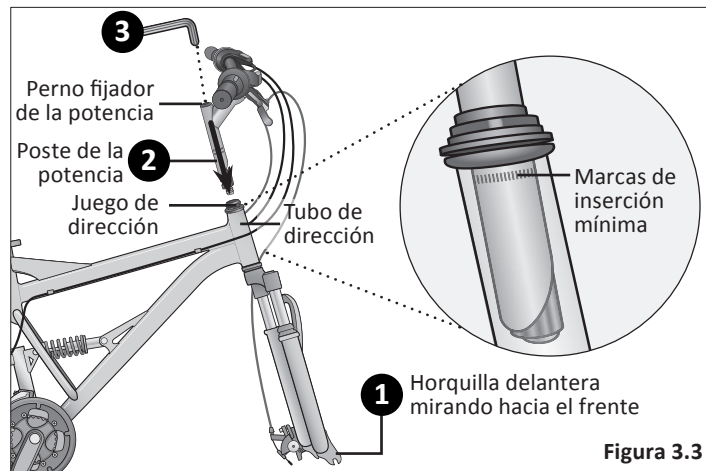

Figura 3.3
- ❶ Gire la horquilla delantera para que mire hacia delante (es decir: la puntera de la horquilla está en la posición más adelantada). **Figura 3.3**